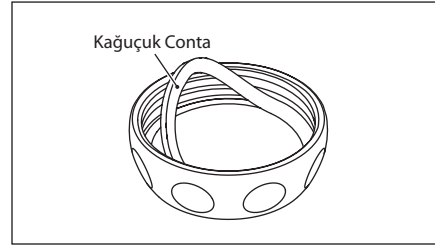

Fig.13
- 2) Kağuşuk contayı çıkartarak toz hazne kapağını ayırın. (Fig. 13)